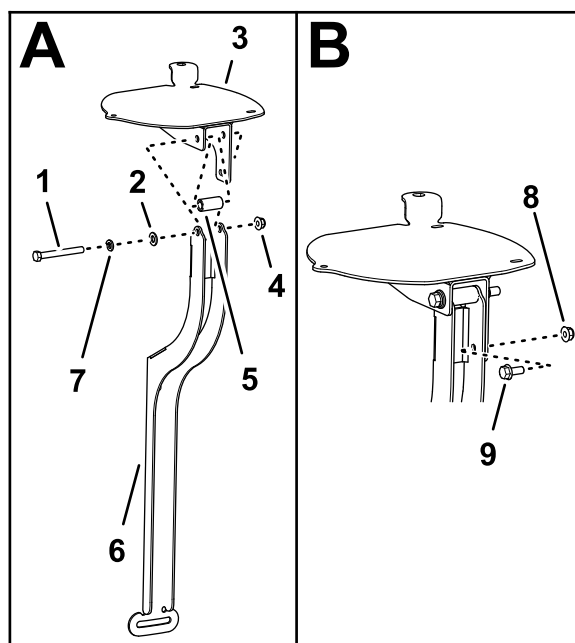

Figura 153
1. Alinhe os furos da placa do recetor de navegação, espaçador (3/8 x 1 pol.) e montagem do recetor (Figura 153).
2. Monte a placa do recetor e espaçador na montagem com um parafuso (3/8 x 3-1/4 pol.), anilha de bloqueio (3/8 pol.), anilha (3/8 x 13/16 pol.) e porca de bloqueio flangeada (3/8 pol.) como se mostra na Figura 153.
3. Monte o parafuso de cabeça flangeada (5/16 x 3/4 pol.) e a porca de bloqueio flangeada (5/16 pol.) através do furo mais pequeno na montagem do recetor e ranhura na placa do recetor (Figura 153).